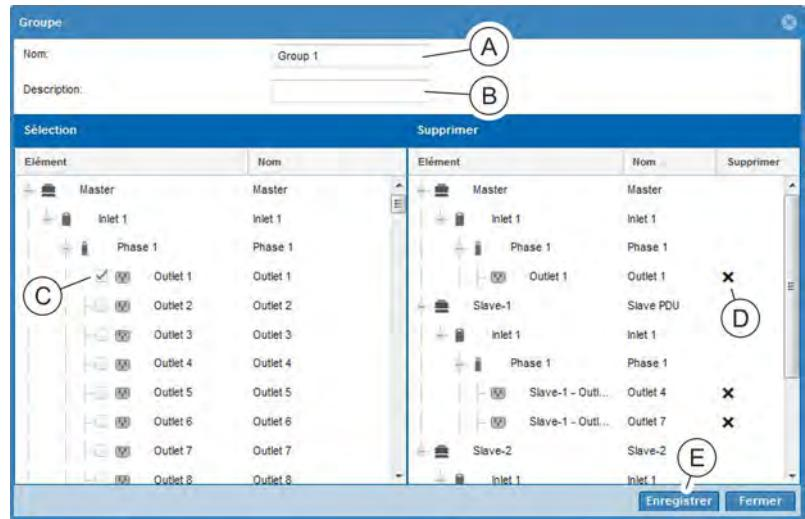

Fig. 111 : Fenêtre « Groupe »
⇒ La fenêtre « Groupe » s'ouvre (Fig. 111 ).
4. ➔ Dans la fenêtre « Groupe », ajouter une désignation (Fig. 111 /Ⓐ) et, si nécessaire, une description (Fig. 111 /Ⓑ) pour le groupe.
5. ➔ Sélectionner les prises dans la colonne de gauche en cochant les cases correspondantes (Fig. 111 /Ⓒ).
6. ➔ Si nécessaire, supprimer des prises en appuyant sur le bouton ✕ (Fig. 111 /Ⓓ) dans la colonne de droite.
7. ➔ Appuyer sur le bouton « Enregistrer » pour enregistrer un groupe de prises (Fig. 111 /Ⓔ).